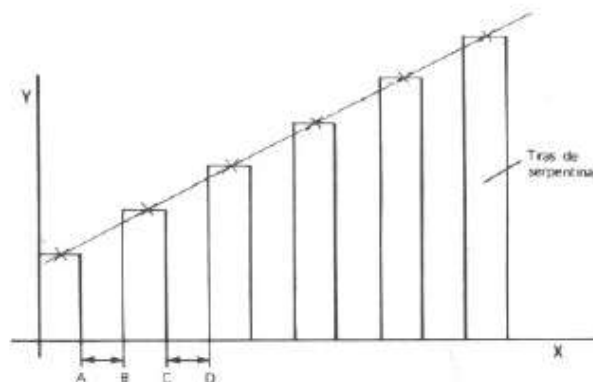

Fig. 2
6. Toma un pliego de papel cuadriculado y traza dos perpendiculares X e Y como indica la Fig. 2.